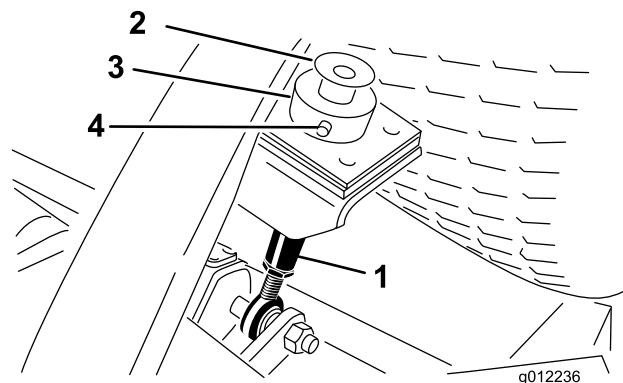

Figura 23
2. Retire el perno y la arandela del extremo superior de ambas varillas de ajuste de la altura de corte (Figura 23).
3. Retire el pasador de horquilla y la chaveta que fijan el collar de ajuste de la altura de corte a la varilla de ajuste de la altura de corte en la parte trasera de la unidad de corte (Figura 23). Retire el collar de ajuste de la altura de corte.